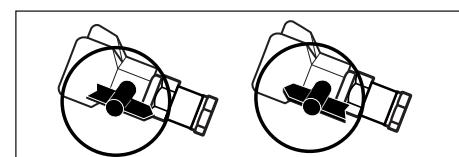

Figura 5 - Posiciones para Limpieza y Rociar
1. Gire la boquilla a la posición de limpieza (Vea la Figura 5).
3. Coloque la boquilla en la posición para rociar y continue rociando (Vea la Figura 5).